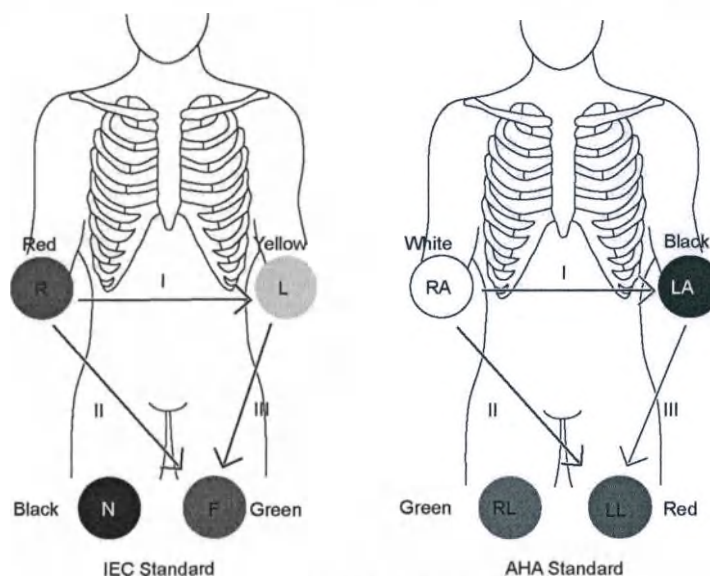

Рис. 12-6 Размещение электродов
1. Подсоедините ЭКГ-кабель к определенному порту системы и прикрепите электроды к пациенту, как показано на рис.12-6.